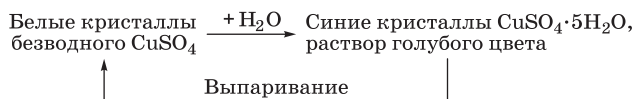

Рис. 4.2. Изменение цвета
2. Изменение цвета (рис. 4.2).
Преподаватель демонстрирует медный купорос с синими гидратированными ионами меди (+2) и бесцветные кристаллы безводного CuSO₄ с негидратированными ионами меди (+2). Анализируя состав электролитов, студенты делают вывод, что к ним относятся вещества с ионным и ковалентным полярным типом связи. Как происходит распад вещества на ионы? Каков механизм электролитической диссоциации? Используя презентацию, материал учебника (см. рис. 4.2, 4.3), студенты делают выводы.